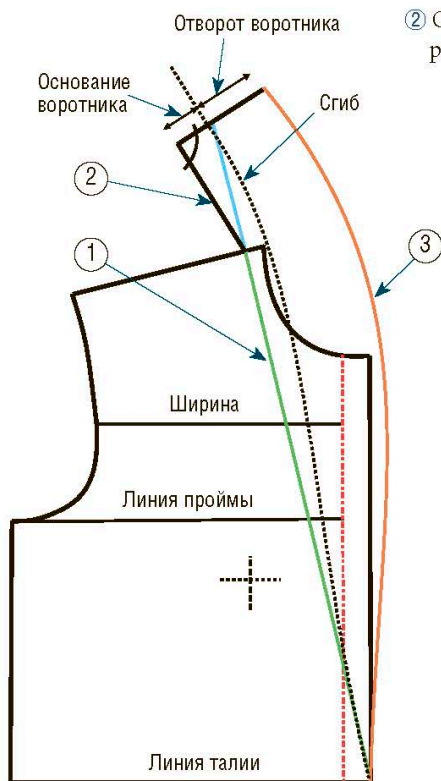

Рис. 2
① Прежде всего параллельной линией на середине полочки обозначьте ширину нахлеста (например, 3 см). Затем определите глубину выреза. Как правило, для воротника шальки она заканчивается между линией ширины (маленький вырез) и линией талии (широкий и глубокий вырез). В рассматриваемой нами модели глубина выреза достигает талии. Начертите прямую линию через пересечение линии талии и линии плеча, в 2 см от горловины (зеленая линия на рис. 2). Это значение можно варьировать: чем оно больше, тем заметнее воротник будет отстоять от шеи; напротив, чем оно меньше, тем ближе к шее окажется воротник. Продолжите эту линию над линией плеча (голубая линия) на половину длины горловины со стороны спинки.
③ От края отложной части воротника проведите красивую изогнутую линию до нижней части выреза на талии (на рис. 2 обозначено оранжевым цветом). Это будет линия борта. Поскольку она независима, то отложная часть воротника может быть любой ширины и любой формы (например, закругленной или заостренной).